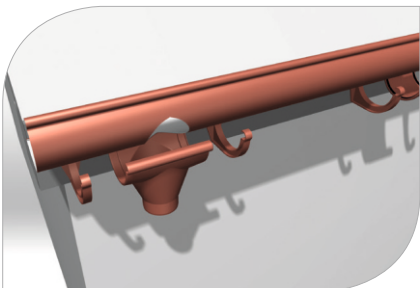

рис. 15
- 3.7 Смонтируйте желоба, вкладывая их сначала в задний, а потом в передний отворот кронштейнов (рис. 15, 16)